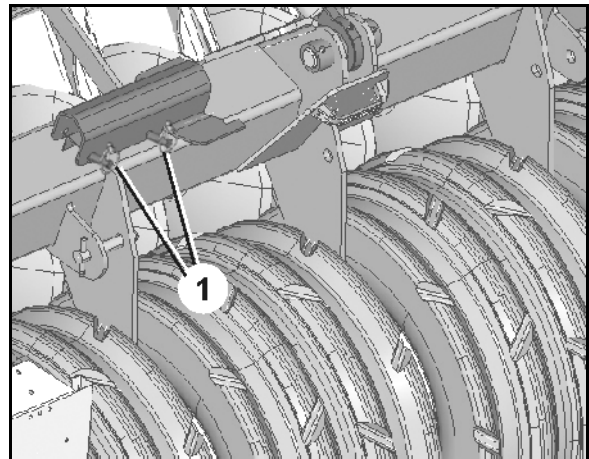

Рис. 32
2. После работы: демонтируйте входной фиксатор с гидравлического цилиндра и зафиксируйте в парковочном положении пальцем и пружинным фиксатором (Рис. 32/1).